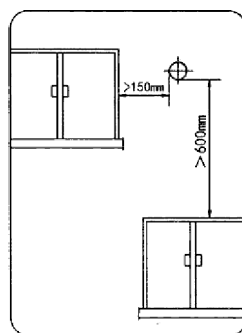

图11
■ 排烟管出口必须设置在室外。热水器使用时，排气管出口可能有冷凝水滴落，安装时应注意不要影响他人。排气管出口距周围物体的间距(如图11、13)所示。